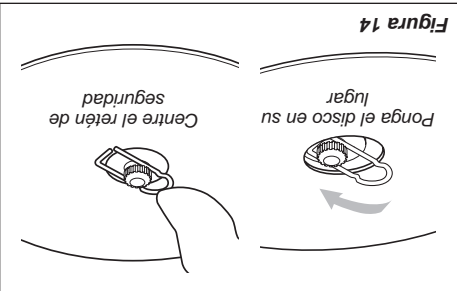

Figura 14
3. Encaje la cuchilla sobre el reten de seguridad y luego centro sobre el borde del Soporte "A". Consulte la figura 14.
4. Asegure el disco en su lugar centrando el reten de seguridad en el eje de salida. Consulte la figura 14.